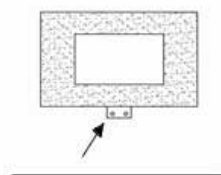

Fig. 5
- Segnare la posizione dei 2 fori inferiori per la staffa di supporto piccola/corta inferiore (vedere la parte contrassegnata con un puntatore a freccia nella Fig. 5), rimuovere la stufa.